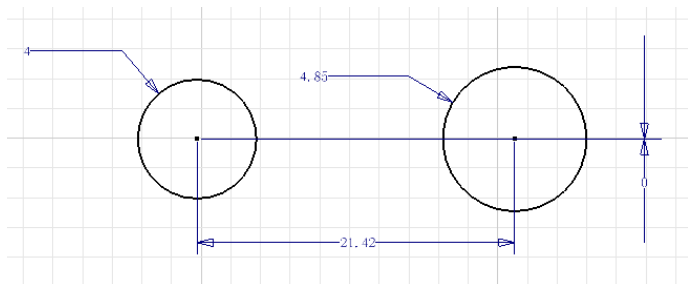

图 6-32 绘制两个圆形并标注尺寸
①进入草图环境后，单击【草图】标签栏【绘图】面板的【圆】工具按钮，绘制两个圆形，为其标注尺寸如图 6-32 所示，同时利用“零”尺寸约束使得两个圆的圆心连线处于水平方向。